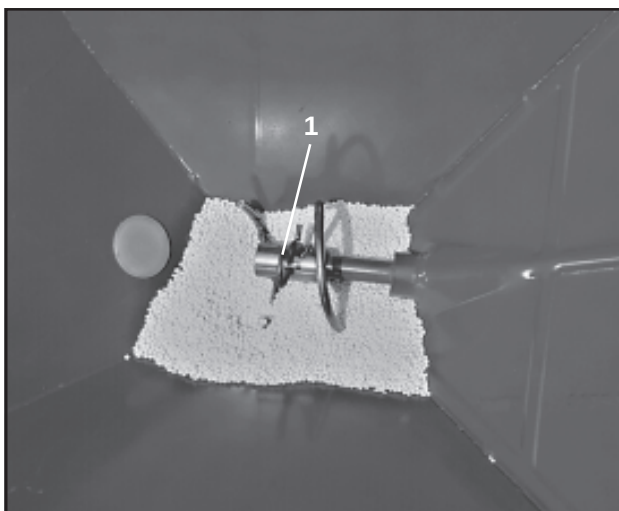

Fig. 9.5
2. De roeras wordt geborgd met de veerclip van de roerspiraal (fig. 9.5/1).